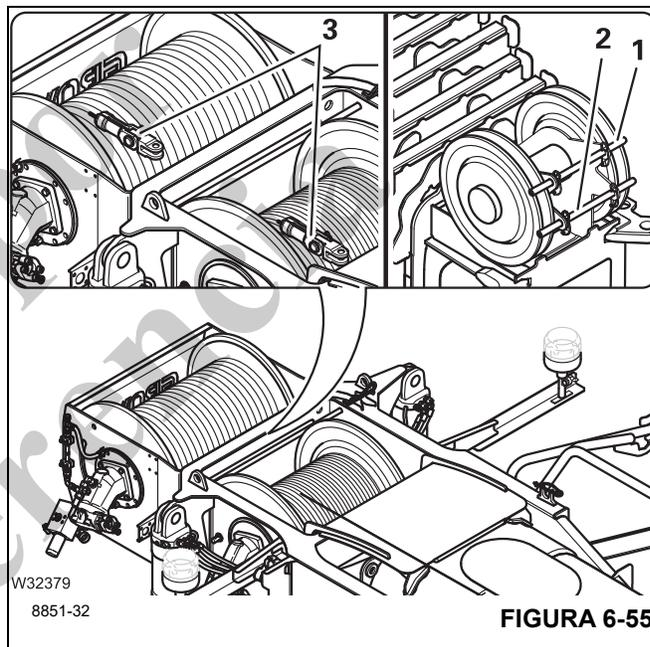

FIGURA 6-55
- Retire las varillas (1), (Figura 6-55), (2), (Figura 6-55), y enrolle el cable de elevación (3), (Figura 6-55), en el tambor.
- Inserte las varillas (1) y (2), (Figura 6-55), y fíjelas.
- Fije el cable de elevación (3), (Figura 6-55).